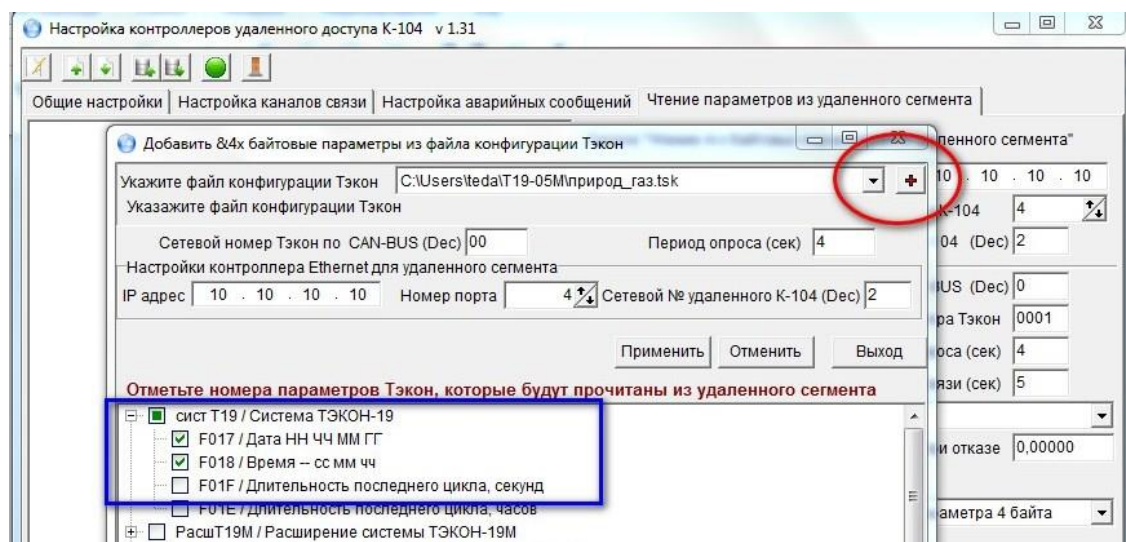

Рисунок 36. Активация параметров из удаленного сегмента
В контекстном меню выберите пункт **Добавить 4х байтовые параметры из файла конфигурации Тэкон (Добавить 2х байтовые параметры..., Добавить битовые параметры...)**. Откроется дополнительное окно (рисунок 36). В верхнем правом углу окна находятся кнопки  и  для добавления файлов конфигурации.
- установите флажки ☒ в строках тех параметров, которые будут прочитаны из удаленного ведомого прибора (Рисунок 36);